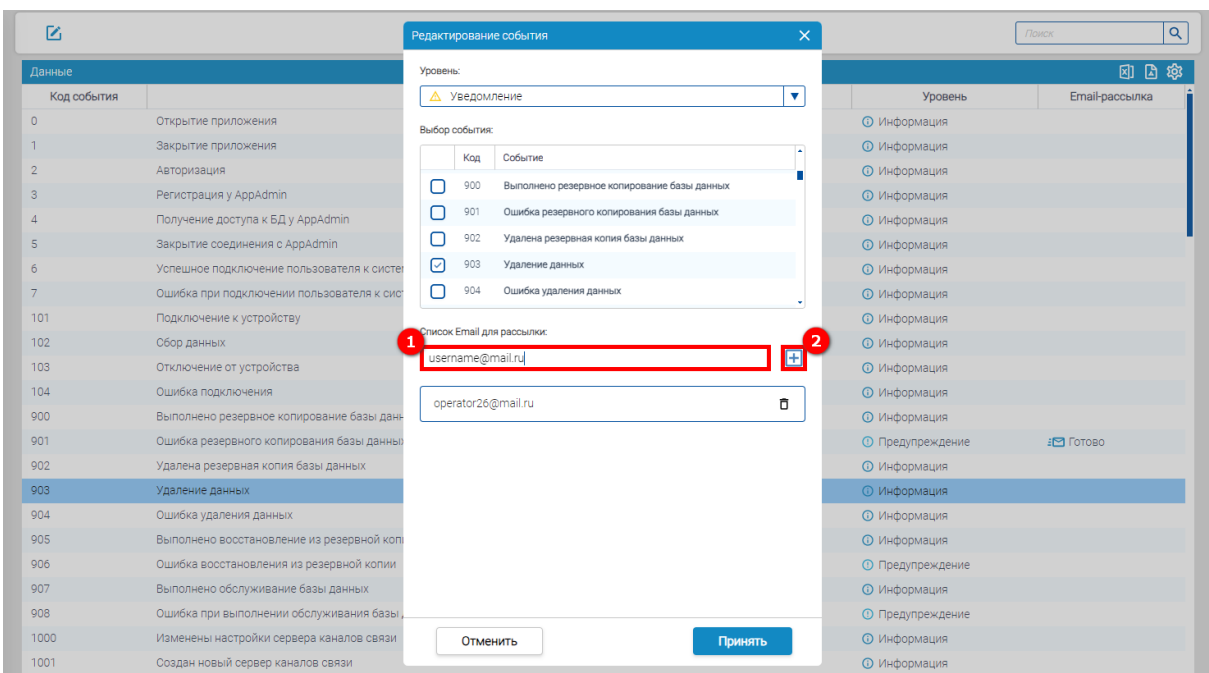

Рисунок 81 – Настройка событий системного журнала – Настройка уведомлений на электронную почту о произошедшем событии
После выбора уровня события необходимо указать адрес электронной почты (1) (см. рисунок 81), на который придет письмо о наступлении выбранного события, и нажать кнопку  (2). При необходимости указания нескольких адресов электронной почты необходимо повторить вышеуказанные действия.